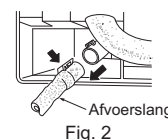

Fig. 2
- 3) Trek de afvoerslang aan de linkerachterkant van de binnenunit los. (Fig. 2)